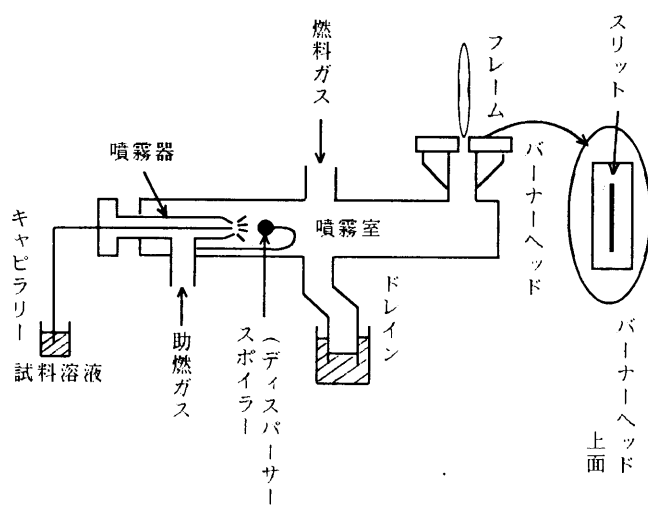

図3. 予混合バーナー
- ・予混合バーナー 試料溶液を霧にする噴霧器とバーナーの火口を離れたものでフレイムは静かで安定であり、分析精度が高いが、試料のかなりが排液として流出する。（図3）